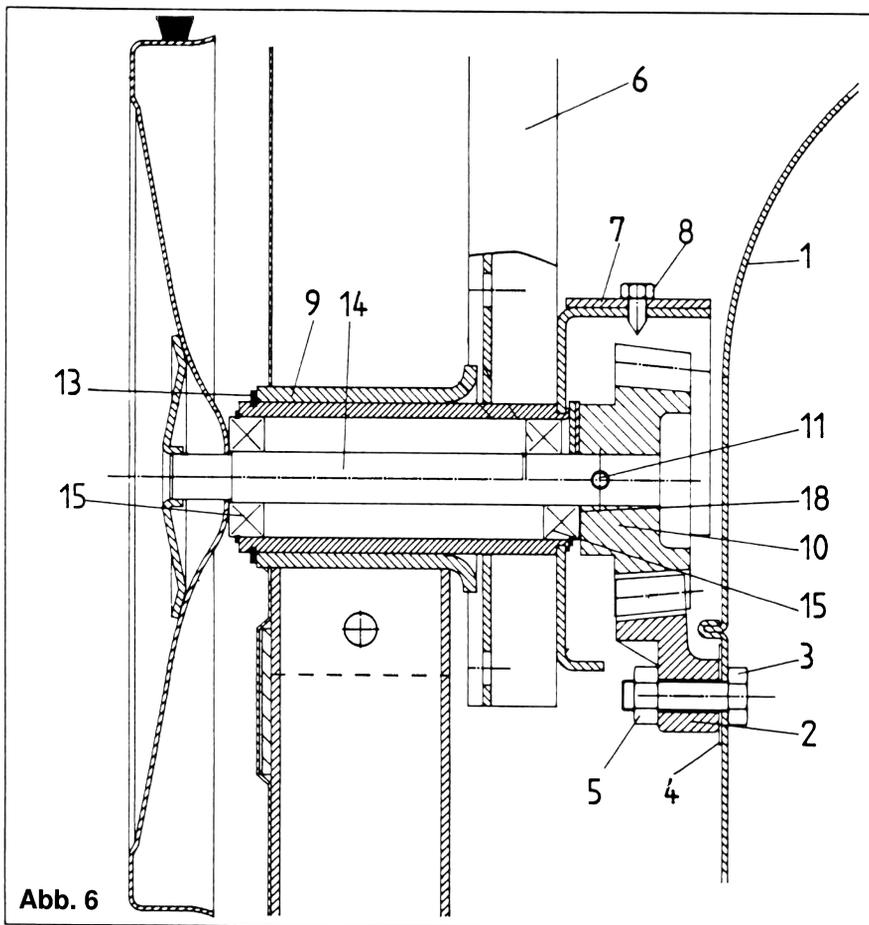

Abb. 6
- 2) Lagerschale-Befestigungsschrauben (7) etwas lockern.
- 3) Zwischen Mischtrommel (1) und Bügel (9) auf der Seite des Antriebsritzels einen Holzkeil treiben.
- 4) Schrauben (7) wieder festziehen.
6.3.2 Antriebsritzel und Antriebswelle ausbauen (Abb. 6)
Stückliste zu Abb. 6
Einstellvorgang (Abb.6)